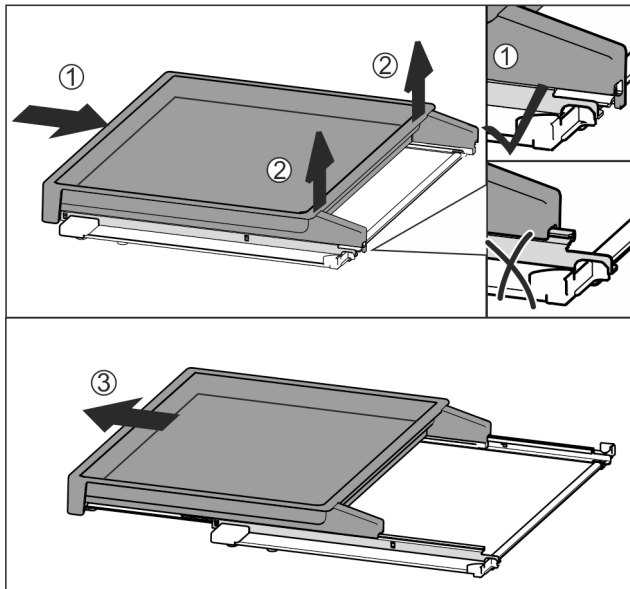

Fig. 50
- ▶ Вкарайте изцяло изтеглящата се дъска Fig. 50 (1).
- ▶ Освободете фиксатора от задната страна Fig. 50 (2).
- ▶ Извадете напред изтеглящата се дъска Fig. 50 (3).